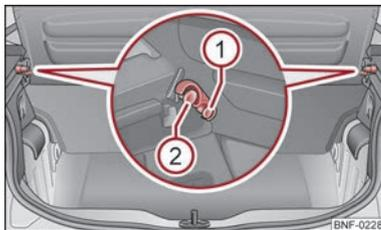

Abb. 39 Gepäckraumabdeckung ausbauen / einbauen
- Zum Hochklappen heben Sie die Gepäckraumabdeckung an und drücken Sie sie in die seitlichen Halterungen ① → Abb. 39.